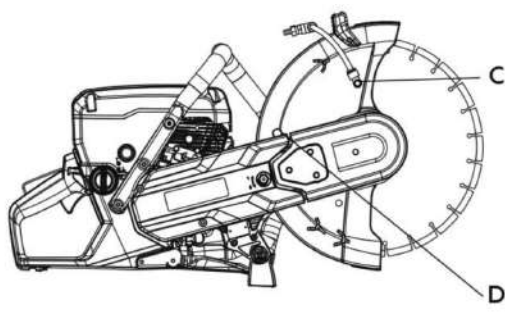

Рис. 11
• Отсоедините штуцера водяного шланга (при наличии системы подачи воды) и рукоятку от кожуха диска (С). Снимите стопор (D) (рис. 11).